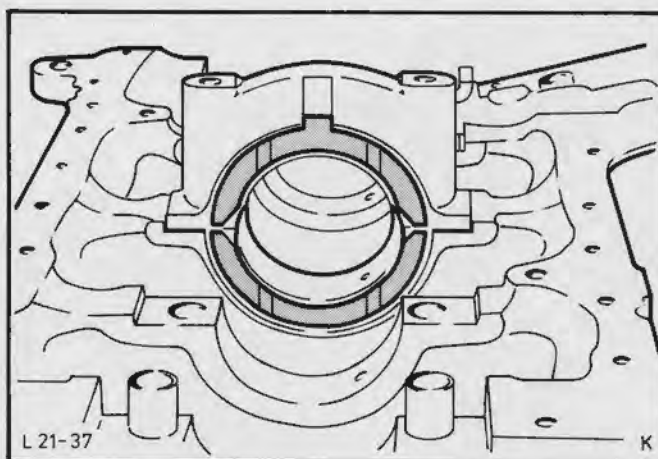

Fig.42. Midterste hovedlejes halve trykskiver
27. Afmonter hovedlejeoverfaldene med tilhørende lejeskåle. Bemærk ved afmonteringen af det midterste hovedlejeoverfald placeringen af de halve trykskiver, Fig.42, og forsyn dem med kendemærker.